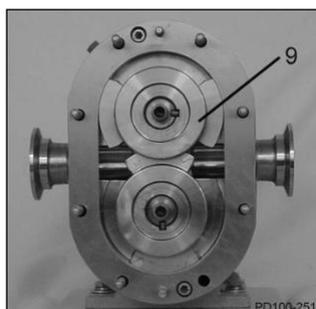

Ilustración 36. Retire primero el rotor solapado
1. Con tan solo usar las manos, retire el rotor con el buje superpuesto al ala del otro rotor ((Ilustración 36, elemento 9).